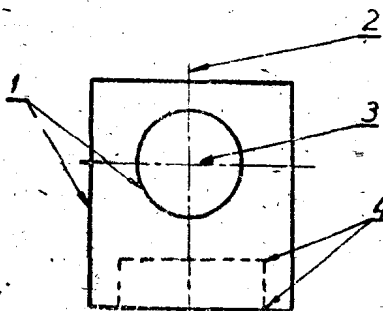

图1. 核型的画法:
4) 线型(§2-4),目前应掌握标准实线、虚线和点划线的画法。图 1 是一些注意事项。